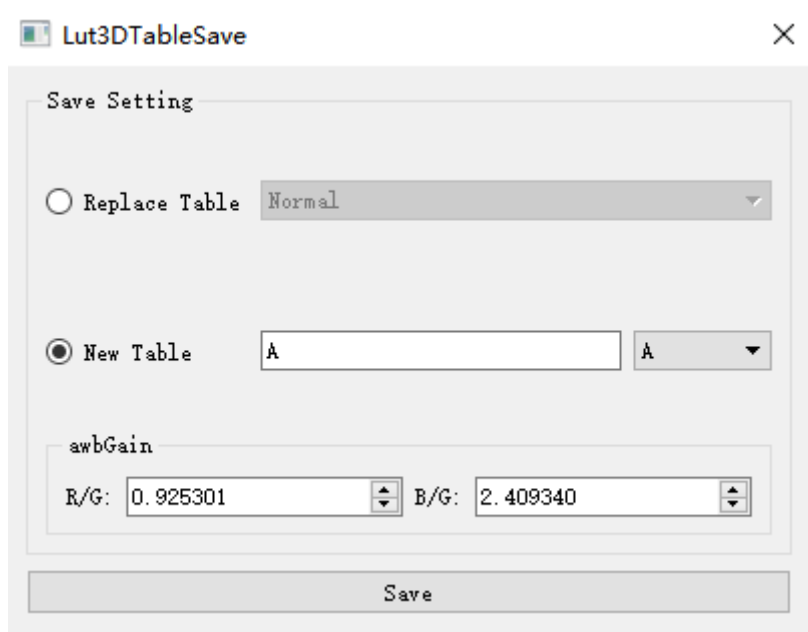

图2-6-4
3. Save IQ File: 点击Save IQ File 保存IQ参数，可以选择覆盖IQ File中已有的table或者创建新的table，如图2-6-4所示；